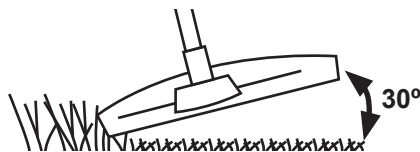

Fig. 22
- > Maintenez l'accessoire de coupe [32] juste au-dessus de la terre, décalé d'un angle d'environ 30°. (Fig. 22).